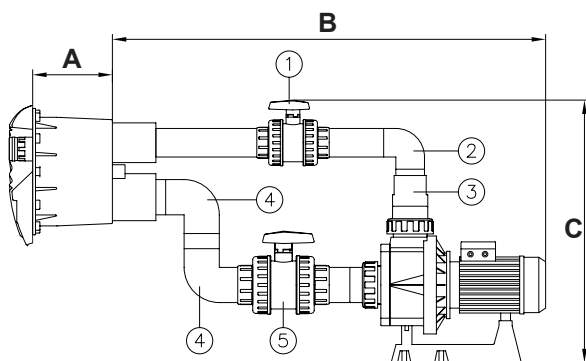

Fig. 7
- Encolar un tubo Ø 75 mm (*) a la toma de impulsión del nicho (ver fig. 7).
- Encolar la válvula Ø 75mm. (nº 1, fig. 7) al tubo Ø 75mm (*).
- Encolar un tubo Ø 75mm (*) a la válvula Ø 75mm (nº 1, fig. 7).
- Encolar codo Ø 75mm. (nº 2, fig. 7) al tubo Ø 75mm (*).
- Encolar tubo Ø 75mm (*) al codo (nº2, fig.7).
- Encolar reducción cónica 90/75/63 mm. (nº 3, fig. 7) al codo Ø 75mm (nº 2, fig. 7) y al racor de la bomba Ø 90mm.
- Usando un tubo Ø 90mm (*) encolar un codo Ø 90mm. (nº 4, fig. 7) a la toma de aspiración del nicho (ver fig. 7).
- Usando un tubo Ø 90mm (*) uniremos el otro codo Ø 90mm. (nº 4, fig. 7) al codo ya encolado (ver fig. 7).
- Encolar la válvula Ø 90mm (nº5, fig. 7) al codo (nº 4, fig. 7) usando un tubo Ø 90mm. (*) para unirlos.
- Encolar un tubo Ø 90 mm (*) a la válvula (nº 5, fig. 7) y al racor de la bomba Ø 90mm.